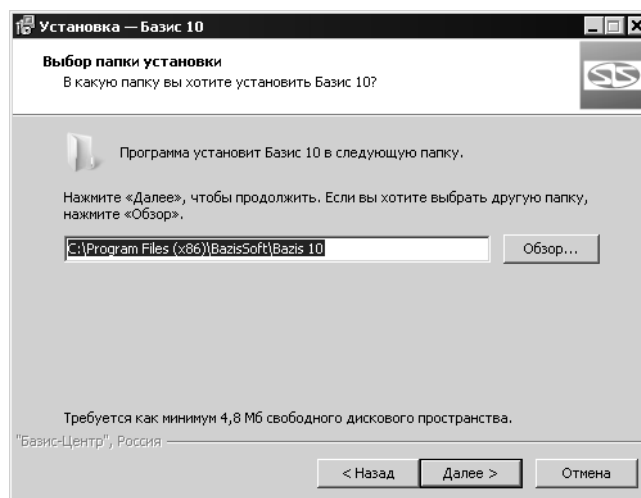

Рис. 3.2.
5. Укажите папку установки модуля (рис. 3.2).